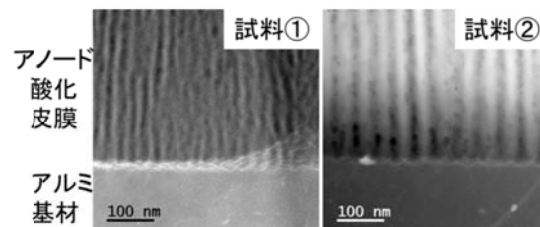

図 2 皮膜—基材界面の暗視野 STEM 像
まず、アルミ基材とアノード酸化皮膜の界面付近において、皮膜の縦断面方向から観察を行いました (**図 2**)。暗視野 STEM 像（試料中原子の原子番号にコントラストが依存する像）は、黒く映る部分がアノード酸化皮膜の孔となります。試料②は、界面に均一な凹